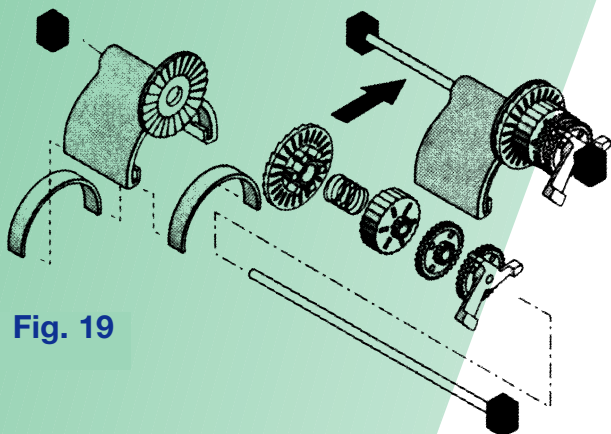

Fig. 19
- ▶ Remettez l'oscillateur sur la longue tige. Installez la boîte de vitesse sur la tige de façon à ce que les dents s'engagent dans l'engrenage de l'oscillateur. Installez le ressort, le tambour de cliquet, la boîte de pinions (La grande vitesse d'abord) et l'arbre à came (côté boîte d'abord) sur la -tige. (Fig. 19) Tenez les roues d'engrenage sur la tige en la remettant en place et poussez sur le ressort d'embrayage afin de permettre à l'ensemble de glisser dans son logement prévu (Fig. 19).